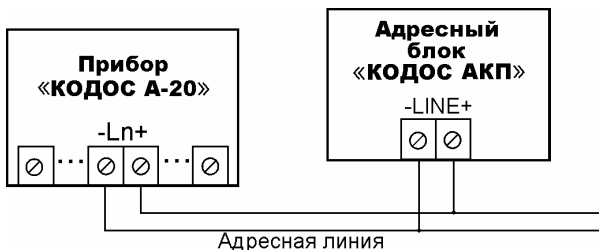

Рисунок 3 – Схема подключения АКП
- в) контролировать исправность устройства, его целостность, наличие связи с прибором «КОДОС А-20» при помощи светодиодов «Питание» и «Связь» (см. рисунок 1) и встроенного звукового извещателя (см. рисунок 3).